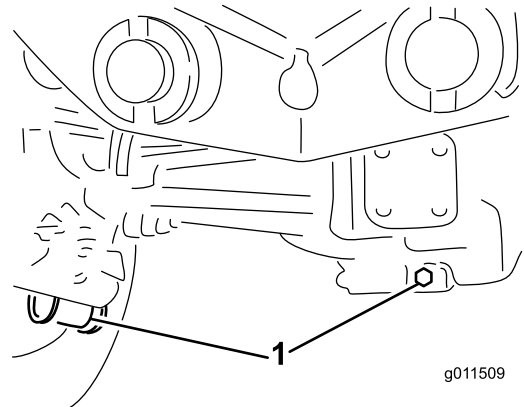

Bild 91
2. Reinigen Sie den Bereich um die drei Ablassschrauben, d. h. jeweils eine an beiden Enden und eine in der Mitte (Bild 91).